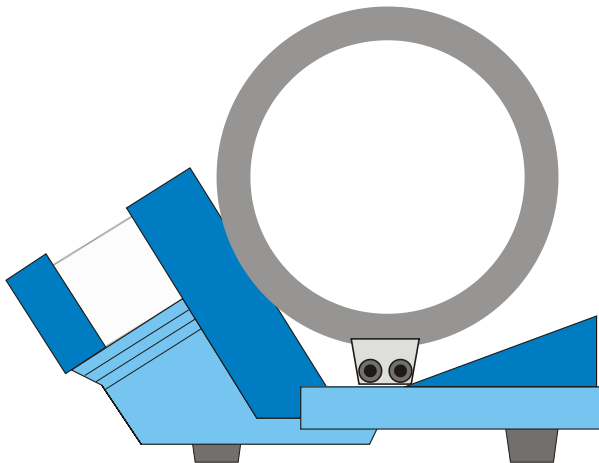

Fig. 1 Montage des bobines pour un champ transversal
- En cas de géométrie Helmholtz $d = r$, le bord extérieur du pied de la bobine s'aligne avec les lignes précipitées (voir fig. 1).